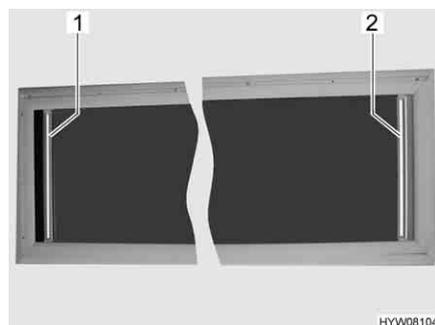

Bild 86 Dach-Ausstellfenster
*Schließen:* ■ **Faltverdunklung (Bild 86,2)** in der Mitte der Griffleiste fassen, herausziehen und an der gewünschten Position loslassen. Die Faltverdunklung bleibt in dieser Position stehen.
*Öffnen:* ■ **Faltverdunklung (Bild 86,2)** in der Mitte der Griffleiste fassen und langsam in Ausgangsstellung schieben.
*Schließen:* ■ **Insektenschutz in der Mitte der Griffleiste (Bild 86,1)** fassen, herausziehen und an der gewünschten Position loslassen. Der Insektenschutz bleibt in dieser Position stehen.